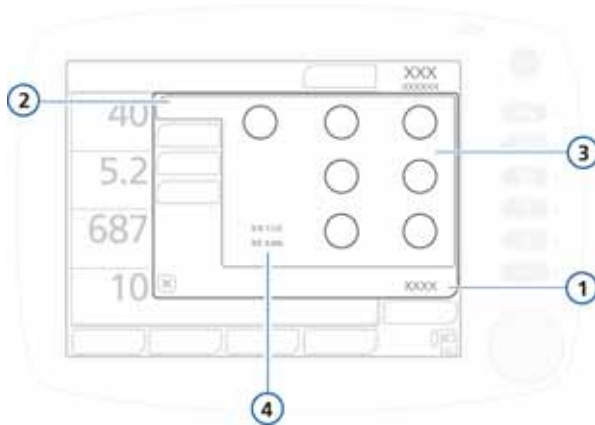

Figura 4-5. Impostazioni Base, finestra Comandi
- Oltre alle impostazioni dei comandi, nella finestra Base sono visualizzati i parametri temporali del ciclo respiratorio, determinati in base alle impostazioni dei comandi dei tempi del ciclo; vedere la Figura 4-5.
1. Aprire la finestra **Comandi** -> **Base** (Figura 4-5).
Quando si seleziona una nuova modalità di ventilazione, la finestra **Base** si apre automaticamente (Figura 4-5) e mostra il nome della nuova modalità e le impostazioni dei parametri. Rivedere e confermare le impostazioni proposte, altrimenti la nuova modalità selezionata non sarà attivata.